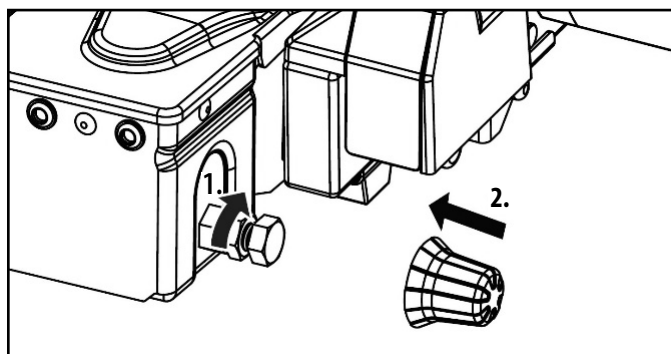

Figura 16: Regolazione della chiusura rapida
- Serrare il controdado (Figura 16).